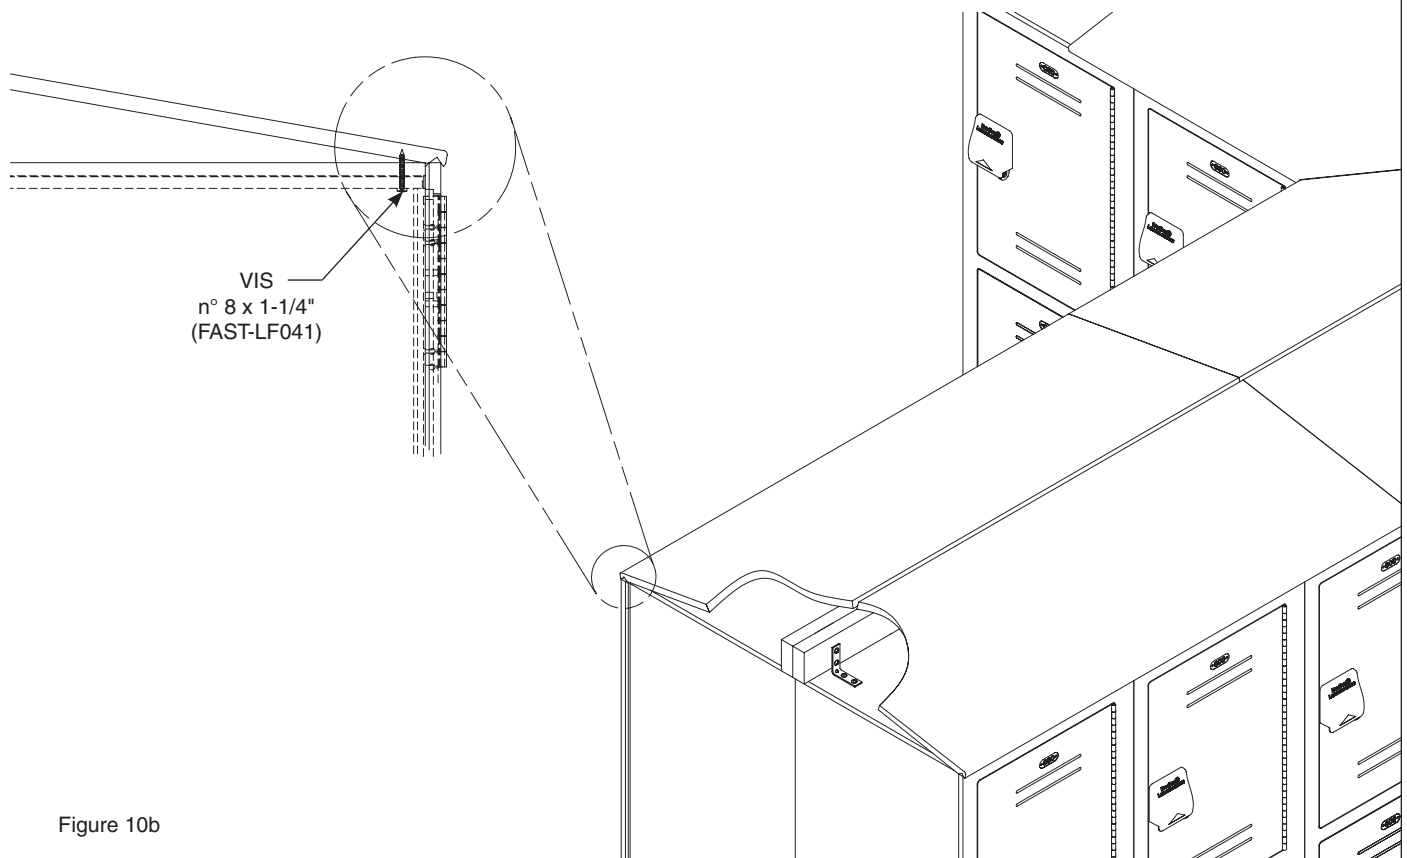

Figure 10b
5. Placer le toit incliné sur le dessus des casiers comme indiqué à la Figure 10b, page 30, en engageant la rainure du toit incliné sur le bord avant du casier.
6. Appuyer le toit incliné fermement contre le dessus du casier et l'attacher avec les vis n° 8 x 1-1/4 po lg fournies (voir Figure 10b). Éviter de trop serrer les vis.